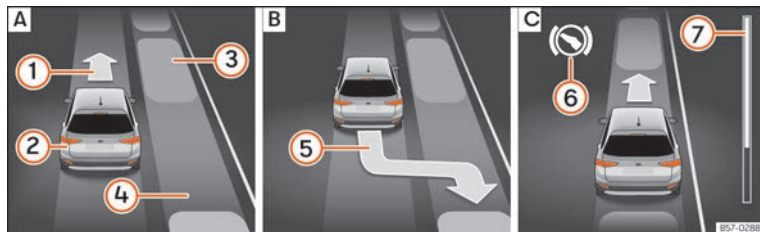
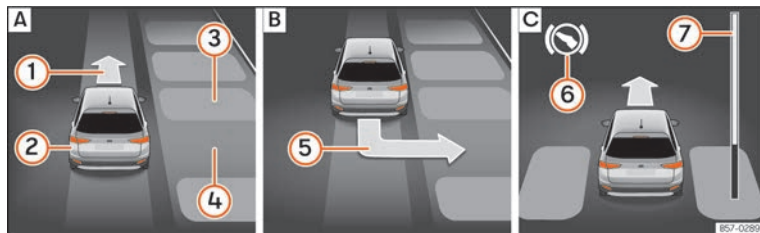

Abb. 251 Am Bildschirm des Kombi-Instruments: parallel zur Fahrbahn einparken. **A** Parklücke suchen. **B** Position zum Einparken. **C** Rangieren.
Abb. 252 Am Bildschirm des Kombi-Instruments: quer zur Fahrbahn einparken. **A** Parklücke suchen. **B** Position zum Einparken. **C** Rangieren.
Legende zu **Abb. 251** und **Abb. 252**:
»» **Abb. 251** ⑦ und »» **Abb. 252** ⑦ am Bildschirm des Kombi-Instruments zeigt symbolisch die noch zu fahrende relative Fahrstrecke an. Je länger die Distanz ist, desto größer ist der Füllstand des Fortschrittsbalkens. Bei Vorwärtsfahrt nimmt die Füllung des Fort-
2.	Schauen Sie auf der Bildschirmanzeige im Kombi-Instrument, ob die Parklücke als „geeignet“ erkannt wurde und ob die korrekte Position zum Einparken »» Abb. 251 [B] oder »» Abb. 252 [B] erreicht wurde.
6.	ODER: fahren Sie zurück, bis auf dem Bildschirm des Kombi-Instruments die Anzeige für Vorwärtsfahren »» Abb. 251 [C] oder »» Abb. 252 [C] erscheint.
Der Parklenkassistent lenkt das Fahrzeug vorwärts und rückwärts bis es in der Parklücke zentriert ist »» Abb. 251 [C] oder »» Abb. 252 [C] .